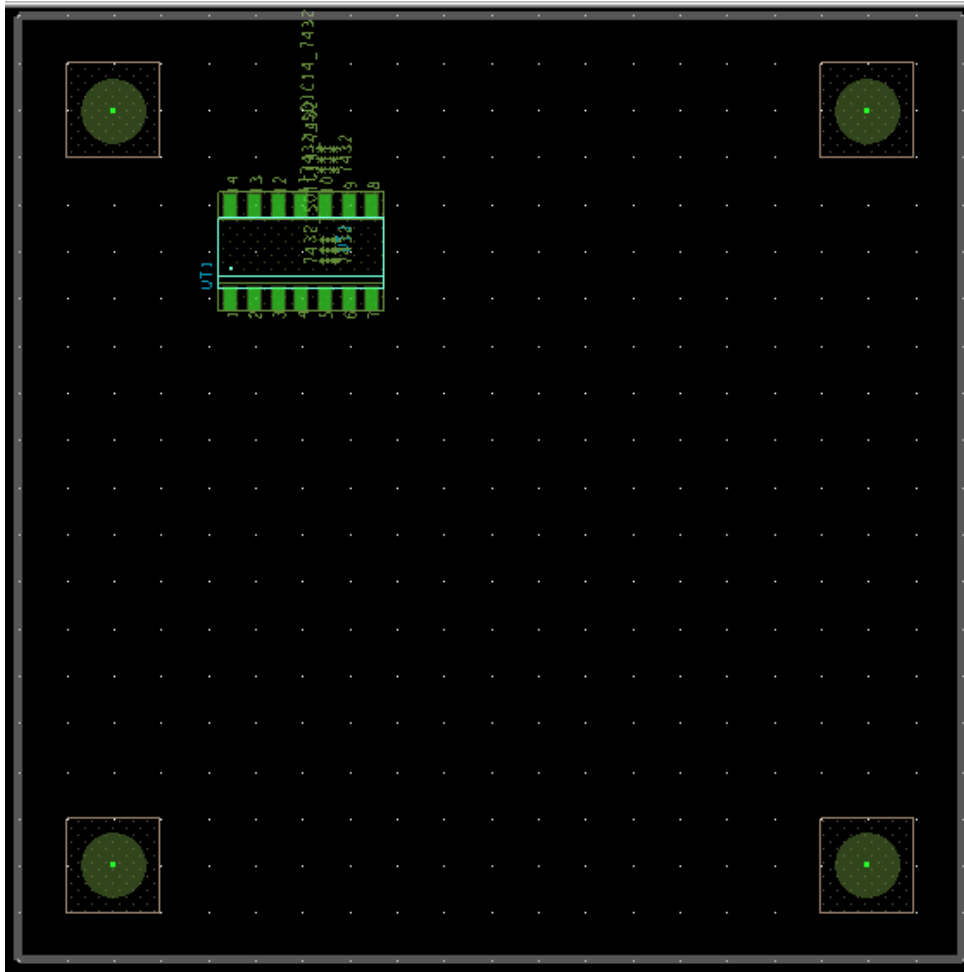

Рис. 21.22. Положение компонента U1 после поворота
5. Поверните компонент в направлении против часовой стрелки и щелкнуть левой кнопкой мыши, чтобы освободить компонент (Рис. 21.22).